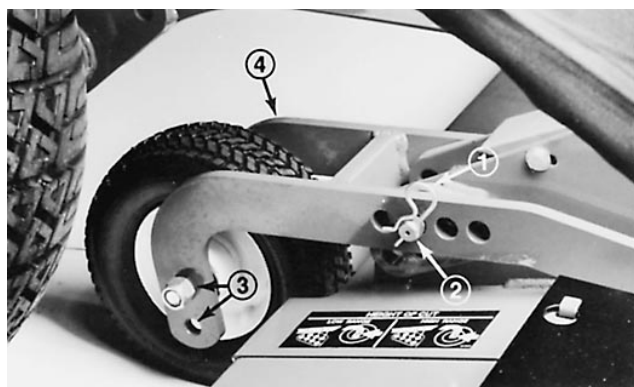
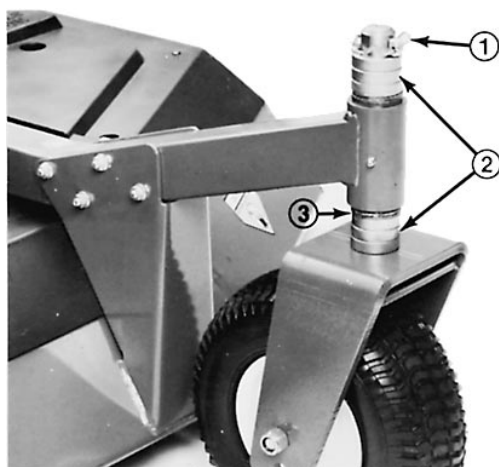

Figure 9
Figure 10
3. Sur l'unité avant, enlever la goupille fendue et les axes de chape des arbres des roues pivotantes arrière (Fig. 9). Aligner les trous du bras pivotant avec ceux du support de hauteur de coupe dans les châssis des unités. Introduire les axes de chape et installer les goupilles fendues (Fig. 9).
4. Enlever la clavette des axes de fourches sur tous les autres ensembles roues pivotantes (Fig. 10). Déposer l'ensemble axe de fourche et entretoise du bras pivotant (Fig. 10). Placer des entretoises sur l'axe pivotant à la hauteur de coupe voulue et poser l'axe de fourche dans le bras (Fig. 9). Poser les autres entretoises sur l'axe et fixer les ensembles à l'aide de la clavette (Fig. 10).